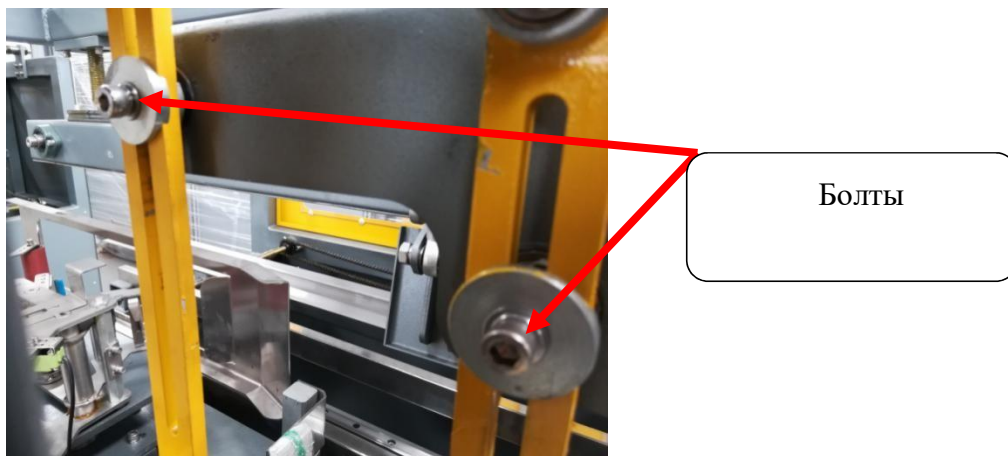

Рис. 8
6.2.5 Регулировка высоты верхней присоски (рис. 8)